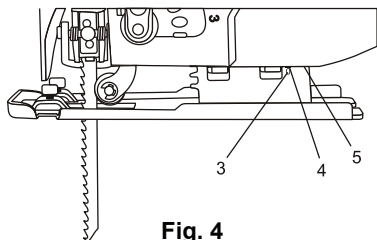

Fig. 4
2. Les angles de coupe (3) sont indiqués sur une échelle située sur le côté de la semelle (Fig. 4).
3. Glissez la semelle vers l'arrière de la scie et alignez le repère d'angle (4) avec l'angle de coupe désiré de la semelle (5).